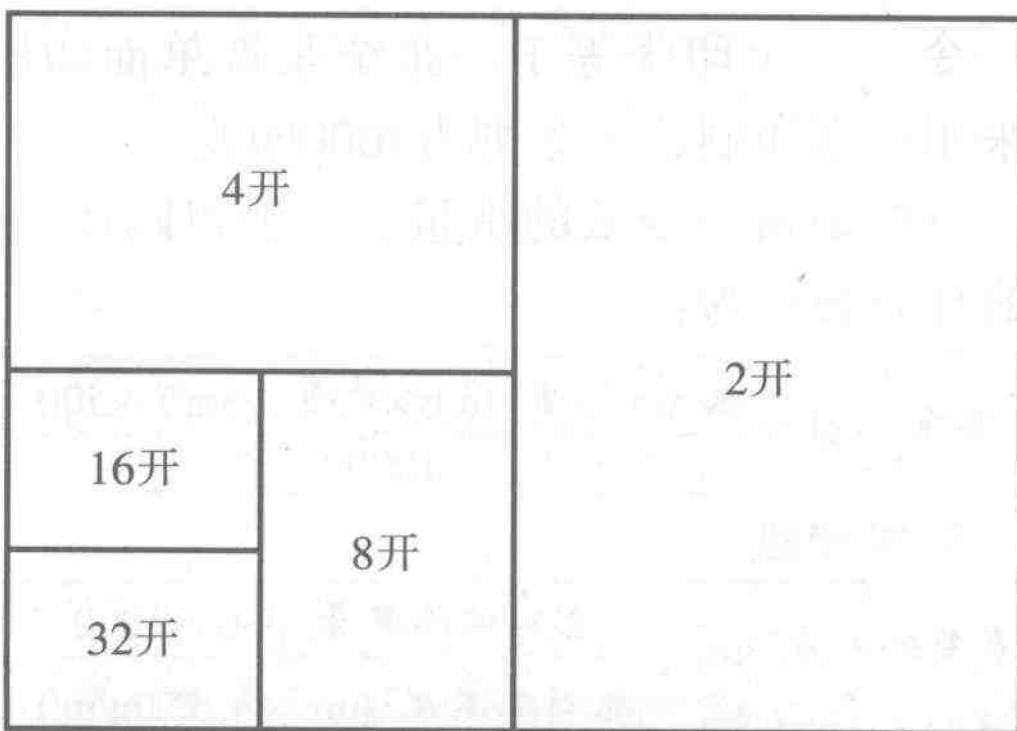

图 1 按 2 的几何倍数开法
1. 书刊印刷用纸多数是以 2 的几何倍数来裁切的，这是为了装订时易于折叠成册，见图 1。全张纸对折切开为对开纸，再对折切开为四开纸，依次类推，有 8 开、16 开、32 开、64 开、128 开等。此种开法使用最多，可实现折页高速自动化。